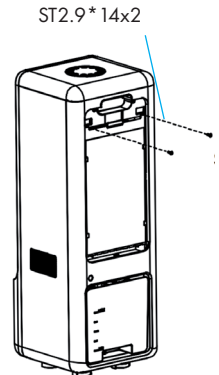

Bild 3
- Schrauben Sie die 2 Schrauben ST2.9* 14 ab (siehe Bild 3).